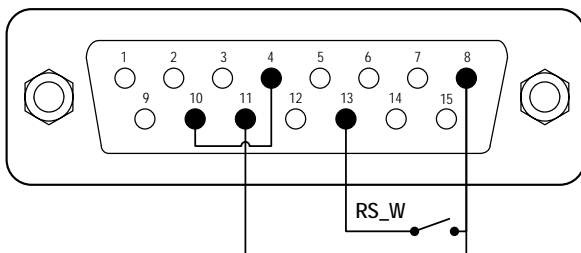
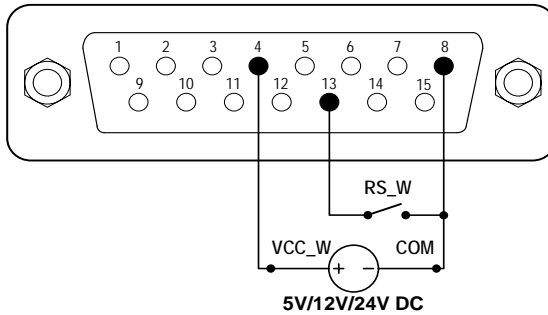

Abbildung 14. Logikpegel-1-Steuerung mit interner 12V-Stromquelle
Abbildung 15. Logikpegel-1-Steuerung mit externer Stromquelle
- 1) Schalten Sie die Pumpe aus. Verdrahten Sie den DB15-Stecker wie in Abbildung 14 oder Abbildung 15 und verbinden Sie ihn mit dem DB15-Anschluss auf der Rückseite der Pumpe.